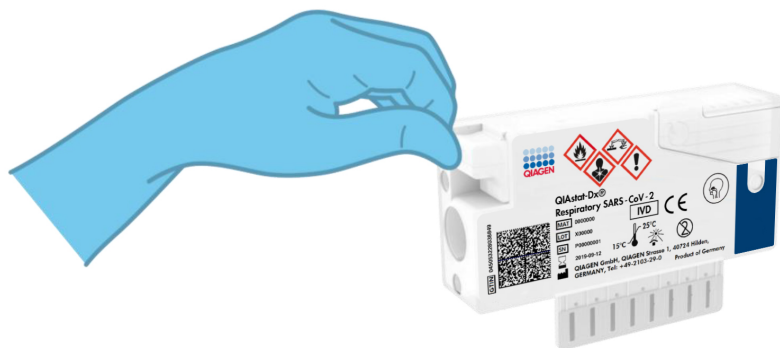

Рис. 10. Закрытие крышки отсека для проб порта для мазков.
7. Плотно (до щелчка) закройте крышку отсека для проб порта для мазков (рис. 10).